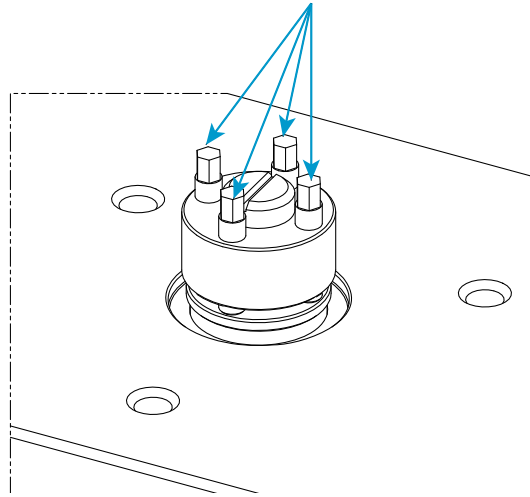

Figura 24. Gruppo tensionatore meccanico
11. Utilizzare la chiave dinamometrica (80-9-11) con la corrispondente bussola esagonale da 5 mm (67-4-29) fornita nel kit del tensionatore meccanico per serrare le quattro viti di fissaggio (mostrate in Figura 24) sul tensionatore meccanico a 14 N-m (10,3 ft-lb) secondo la seguente procedura: